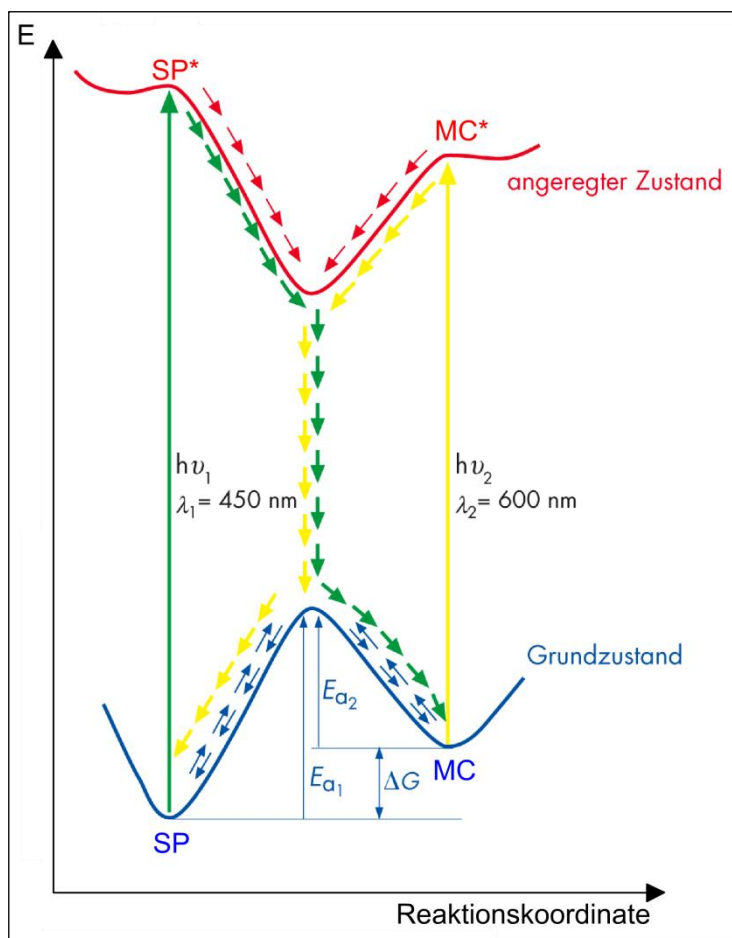

Abb. 2: Energiediagramm zu dem System von Spiropyran und Merocyanin in Toluol
4. In dem Energiediagramm in Abb. 2 sind die Reaktionswege für die photochemische Reaktion und die thermische Reaktion zwischen Spiropyran und Merocyanin dargestellt.